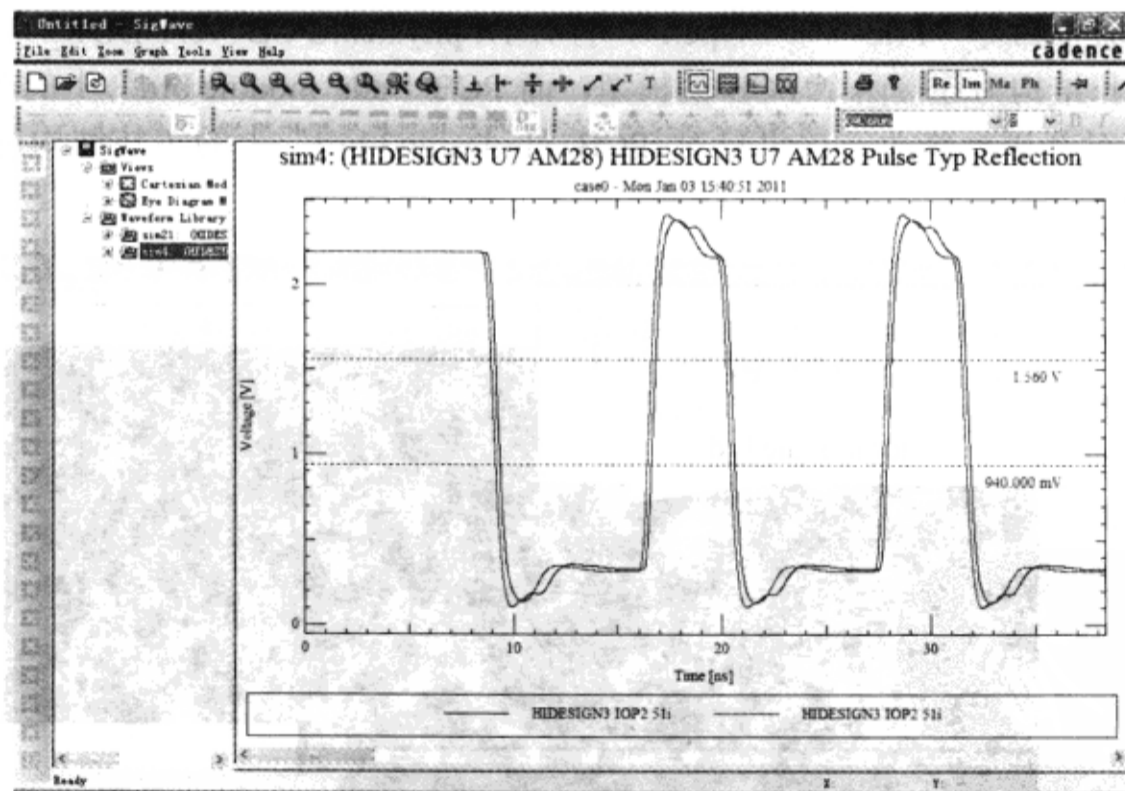

图 3-9-19 波形显示效果
(2) 执行菜单命令“Zoom”→“In Region”，放大波形的某一段区域显示，对比两个接收器的波形，如图 3-9-19 所示。